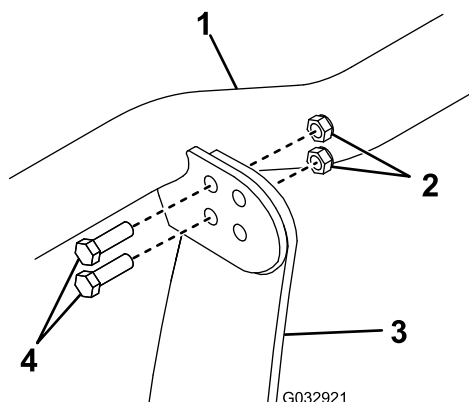

Figura 11
1. Sujete la barra de las luces a la parte superior de la torre de acoplamiento usando los orificios traseros, con 4 pernos ($\frac{3}{8}$ " x $1\frac{1}{4}$ ") y tuercas autoblocantes ($\frac{3}{8}$ ") (Figura 11). Apriete los pernos a 31 N·m (23 pies-libra).